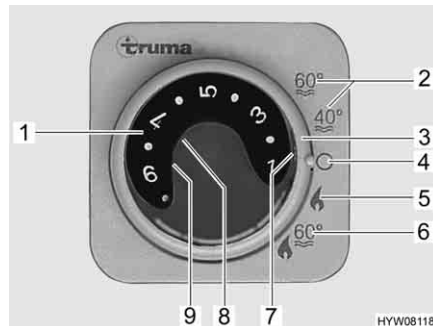

Fig. 193 Unidad de mando para la calefacción/caldera
- Ajustar el modo de funcionamiento con el interruptor giratorio (Fig. 193,3).
Según la temperatura ambiente deseada, la calefacción selecciona automáticamente la potencia de quemador necesaria. Cuando se alcanza la temperatura ambiente deseada se desconecta el quemador. En el modo de funcionamiento "calefacción y caldera" (Fig. 193,6), se calienta también el agua de la caldera. En el modo "calefacción sin caldera" (Fig. 193,5), la calefacción puede funcionar con la caldera vacía.
- Girar el botón giratorio de temperatura (Fig. 193,1) de la unidad de mando al nivel deseado.
- Situar el interruptor giratorio (Fig. 193,3) en el modo invierno "calefacción sin caldera" (Fig. 193,5) o en modo invierno "calefacción y caldera" (Fig. 193,6).
La luz de control verde (Fig. 193,7) se enciende.
- Ajustar el interruptor giratorio (Fig. 193,3) en "O" (Fig. 193,4).
La combinación de los funcionamientos a gas y con electricidad a 230 V acorta el tiempo de calentamiento del vehículo (esto sólo es posible si se ha ajustado el modo de invierno de la calefacción en la unidad de mando (Fig. 193)).